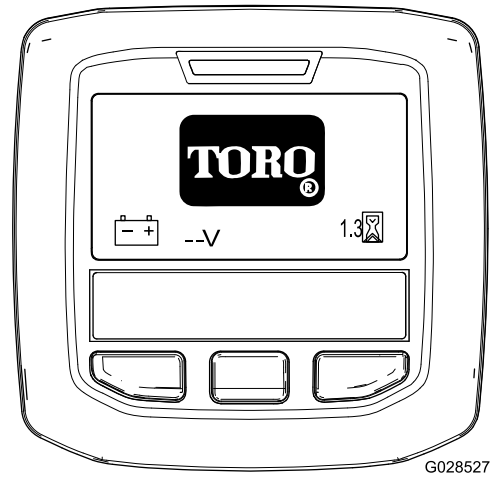

Figure 25
**Remarque:** L'InfoCenter s'allume et affiche l'écran d'initialisation (Figure 25).